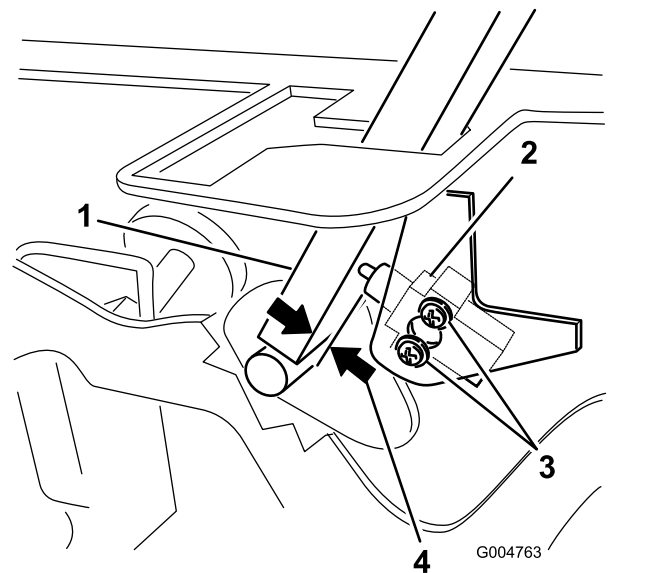

图 48
3. 松开固定联锁开关的 2 个螺丝图 48。
4. 将控制杆保持在机架上向控制杆的方向移动开关直至控制杆与开关主体之间的距离介于 0.41mm 如图 48 所示。